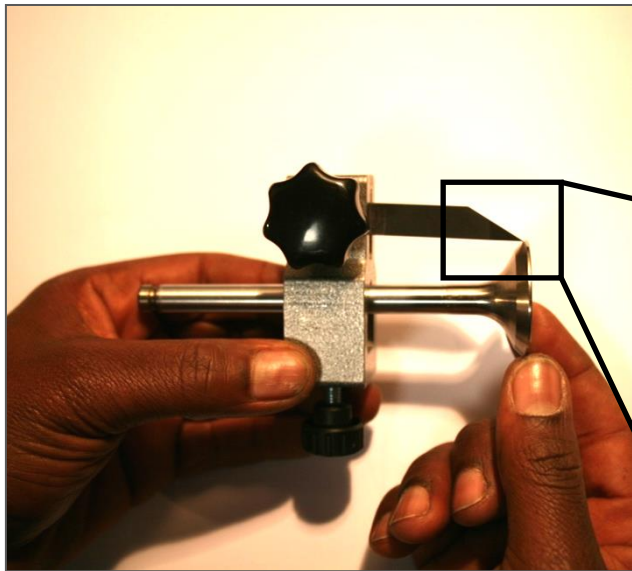

Fig. 13
9. La punta de la lengüeta debe ajustar en el cuarto superior de la cabeza de la válvula como Fig. 13. Con cuidado pero con firmeza fijar y apretar la válvula con el tornillo así como la lengua de ajuste.
Compruebe si el ajuste de la lengua se coloca como en Fig. 13